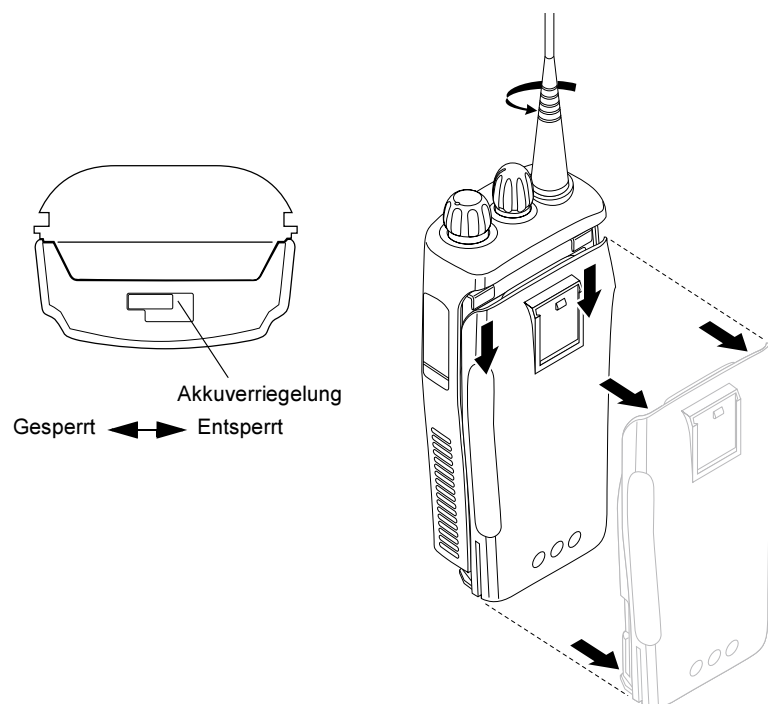

Abb. 2-1 Abnehmen der Akku
2. Nehmen Sie den Akku (Abb. 2-1) ab: